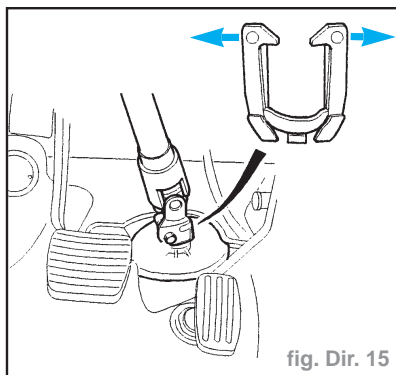

fig. Dir. 15
- Déposer le protecteur (12).
- Dégager le cardan de direction en écartant le clip de sécurité (fig. Dir. 15).